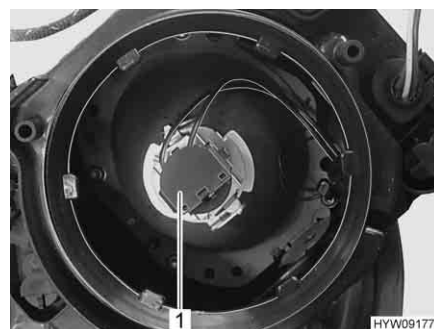

Fig. 237 Lampada ad incandescenza faro anabbagliante/abbagliante
- Ruotare il supporto (Fig. 237,1) e la lampada in senso antiorario e rimuoverli dall'involucro.
- Inserire il supporto (Fig. 237,1) e la lampada ad incandescenza nell'involucro e ruotare in senso orario fino a bloccarli. Il supporto scatta in posizione.